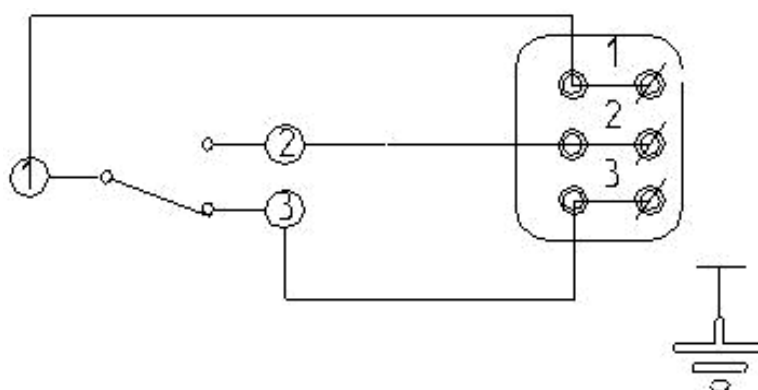

Рисунок 1 – Схема подключения
3) снять крышку 1 (приложение А рисунок А.1), разделать кабель, вставить облуженные концы кабеля в клеммную колодку согласно схемы электрических соединений (рисунок 1).